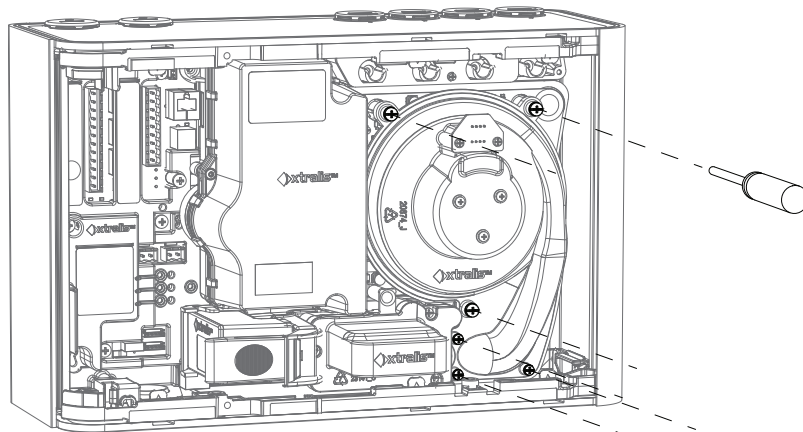

Figura 7-11: Retire los tornillos de montaje del aspirador
4. Retire los seis tornillos que sujetan el aspirador a la base del detector (Figura 7-11).